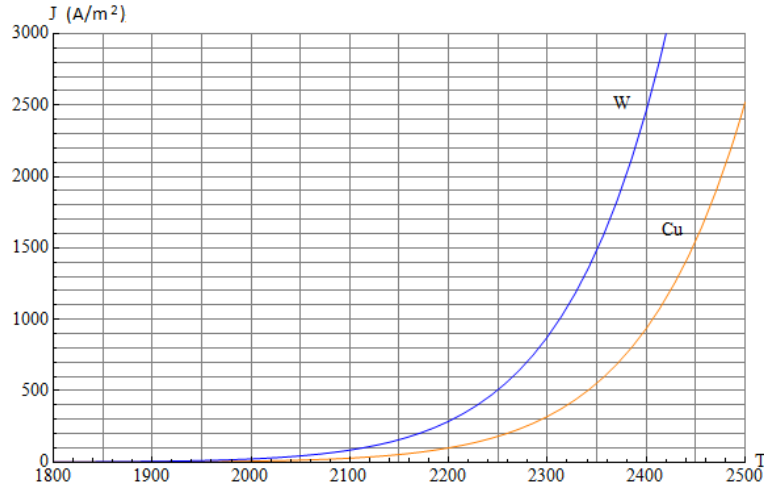

Figura 9: Ley de Richardson para cobre (Cu) y tungsteno (W).
6.1. Curvas (1)
A una temperatura T dada, la densidad de corriente dada por la *Ley de Richardson* (Ecuación (1)) es menor cuanto mayor sea la función de trabajo. Como la función de trabajo del cobre (4.7eV) es mayor que la del tungsteno (4.5 eV), en la Figura 3 la curva “de abajo”, i.e., la anaranjada, es la que corresponde con el cobre y la superior, azul, con el tungsteno. Ver Figura 9.